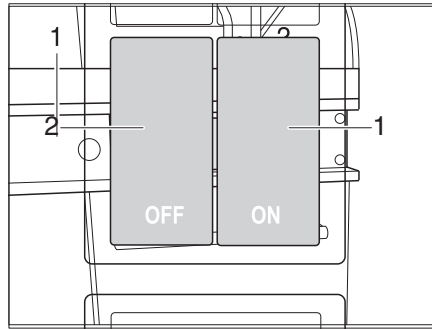

Bild 18 Schalter für Zentralverriegelung der Küchenbedienzeile
Die Küchenbedienzeile ist mit einer Zentralverriegelung ausgestattet. Die Klappen und Schubfächer des Küchenblocks lassen sich über den Schalter (Bild 18) manuell verriegeln und entriegeln.
- Schalter (Bild 18,1) drücken. Klappen und Schubfächer des Küchenblocks sind verriegelt.
- Schalter (Bild 18,2) drücken. Klappen und Schubfächer des Küchenblocks sind entriegelt.